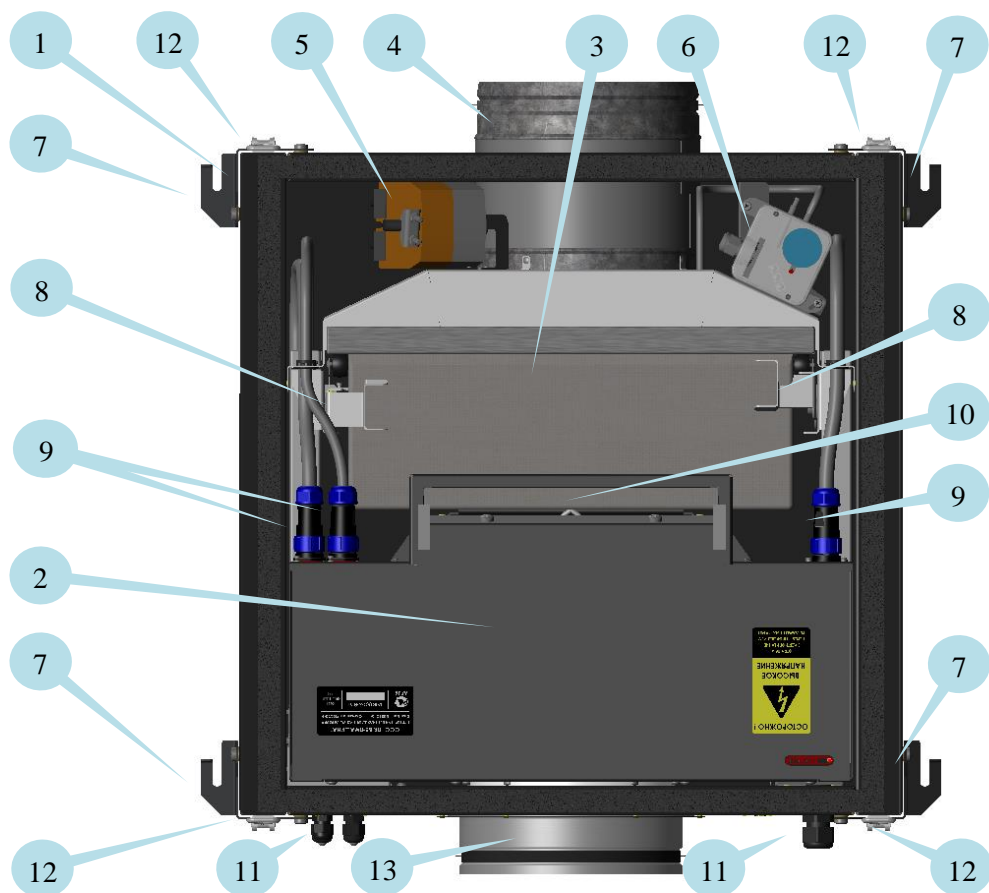

Рис. 1
Конструктивно установка (Рис. 1) представляет собой тепловлагозащищенный корпус (1) со съёмной с помощью 4-х замков-защелок (12) крышкой.